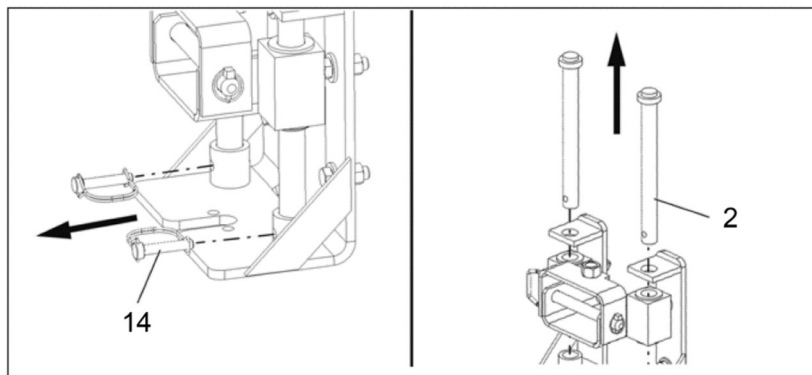

Рис. 7
12. Снимите стопорные болты (14, рис. 7). (опущено для дальней стороны)
13. Снимите направляющие стержни (2, Рис. 7). (опущено для дальней стороны)